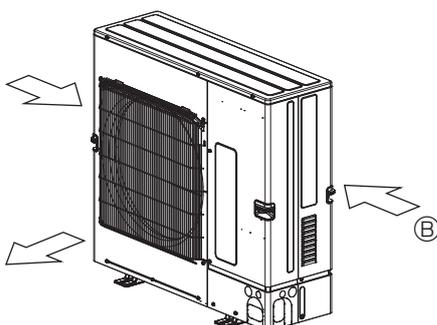

Fig. 2-6
- ③ Placera om det går enheten så att luftutblåset blåser vinkelrätt mot den säsongsbetingade vindriktningen. (Fig. 2-6)